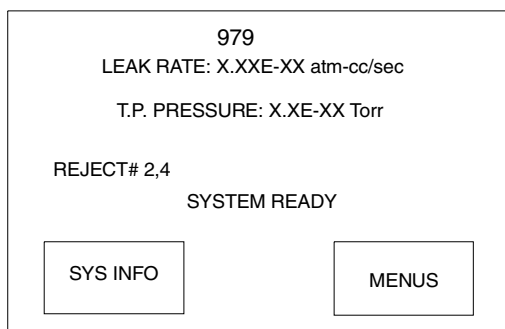

Figura 3-10 Pantalla de inicio del Panel Táctil del 979
1. Verifique que el detector de fugas está en condición SISTEMA PREPARADO en la Pantalla de Inicio (Figura 3-10) y que hay colocado en su lugar un tapón del puerto de pruebas.
1. Verifique que el detector de fugas está en condición SISTEMA PREPARADO (Figura 3-10 en página 3-11) y que hay colocado en su lugar un tapón del puerto de pruebas.